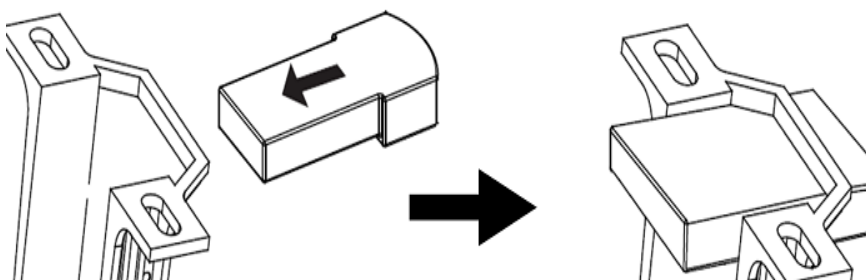

Fig. 13
10. Inserte el receptor remoto con cuidado sobre la bola de colgado en el espacio sobrante del soporte de armado. Tenga cuidado de no dañar o aflojar ninguno de los cables. (**Fig. 13**)